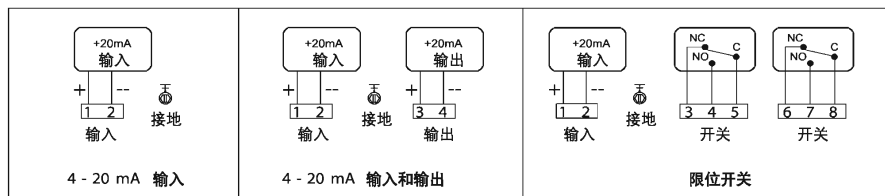

图8 电路连接
- ① 确认定位器与反馈杆是否正确安装。
- ② 根据执行器动作方式（正作用或反作用）确认量程调节器的位置是否正确。
- ③ 连接所有空气配管，参考图8的电路连接。
- ④ 接通气源，提供4mA输入信号。向顺时针或逆时针方向旋转零点调节器旋钮调整零点。
- ⑤ 提供20mA输入信号，确认调节阀的行程。如果行程不到100%，向顺时针或逆时针方向旋转量程调节器旋钮，直至达到100%为止。
- ⑥ 再次提供4mA输入信号，调整零点调节器旋钮直至达到零点。
- ⑦ 重复④到⑥的过程，直到零点与量程正确。
- ⑧ 如果调节阀的行程完全达到0%与100%，则对8、12、16mA的设定各自自动正确。